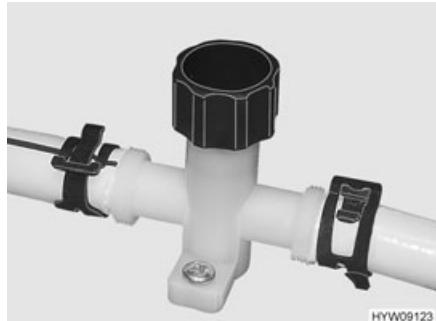

Fig. 101 Rubinetto di scarico
- Chiudere tutti i rubinetti di scarico. A tal fine, ruotare in senso orario il coperchio (Fig. 101) del rubinetto di scarico.